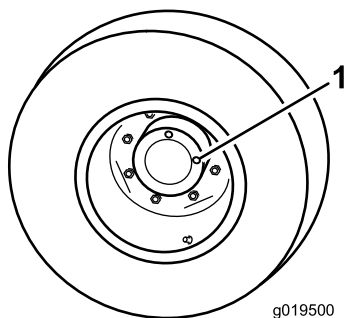

Figura 80
- Con la rueda colocada de modo que un tapón de verificación esté en la posición de las 12 y el otro en la posición de las 3 (Figura 80), aparque la máquina en una superficie nivelada, accione el freno de estacionamiento, baje las carcasas del cortacésped, apague el motor y retire la llave.
- Tapón de verificación/drenaje (2)
- Retire el tapón de la posición de las 3 (Figura 80).